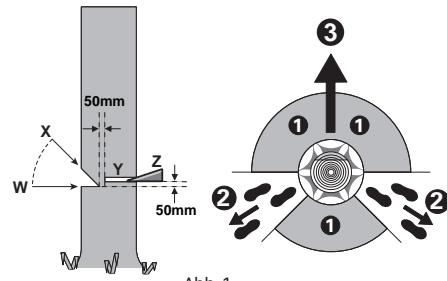

Abbildung 1
Vor dem Fällen sollte ein Fluchtweg geplant und wenn nötig freiemachtet werden. Der Fluchtweg sollte nach hinten und diagonal zur Rückseite der erwarteten Falllinie erweitert werden, wie in Abbildung 1 dargestellt.
Stammdurchmessers ausmacht, im rechten Winkel zur Fallrichtung, wie in Abbildung 1 dargestellt. Zuerst den unteren waagrechten Kerbschnitt durchführen (W). Dadurch wird das Einklemmen der Sägekette oder der Führungsschiene beim Setzen des zweiten Kerbschnitts vermieden (X).
Setzen Sie den Fällschnitt 50 mm höher als den waagrechten Kerbschnitt (Y), wie in Abbildung 1 dargestellt. Den Fällschnitt parallel zum waagrechten Kerbschnitt ausführen. Den Fällschnitt nur so tief einsägen, dass noch ein Steg (Fälleiste) stehen bleibt, der als Scharnier wirken kann. Der Steg verhindert, dass sich der Baum dreht und in die falsche Richtung fällt. Sägen Sie den Steg nicht durch.
Bei Annäherung des Fällschnitts an den Steg sollte der Baum zu fallen beginnen. Wenn sich zeigt, dass der Baum möglicherweise nicht in die gewünschte Richtung fällt oder sich zurück neigt und die Sägekette festklemmt, den Fällschnitt unterbrechen und zur Öffnung des Schnitts und zum Umlegen des Baumes in die gewünschte Falllinie Keile aus Holz, Kunststoff oder Aluminium verwenden (Z) (3). Wenn der Baum zu fallen beginnt, die Kettenäge aus dem Schnitt entfernen, ausschalten, ablegen und den Gefahrenbereich über den geplanten Fluchtweg verlassen (2). Auf herunterfallende Äste achten und nicht stolpern. (Siehe Abb. 1)